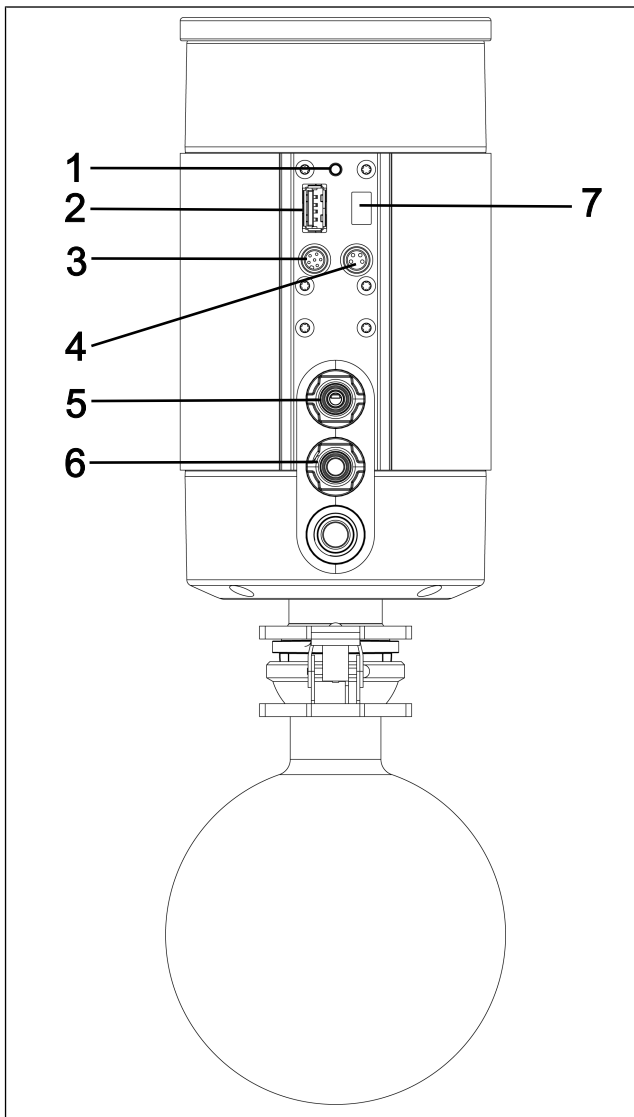

Fig. 23: Separador SC
Si en el sistema de vacío se pulsa la tecla de Paging (Fig. 23/1) durante aprox. 5 segundos, el terminal portátil responde a la tecla de Paging con una señal acústica (ver capítulo 9.2.2 *Manejo sin terminal portátil* [▶ 75]).
3. En la bomba, pulsar la tecla de emparejamiento (Fig. 23/1) durante aprox. 10 segundos.
Con el terminal portátil desmontado, la siguiente acción se puede realizar directamente en el sistema de vacío (Fig. 23):